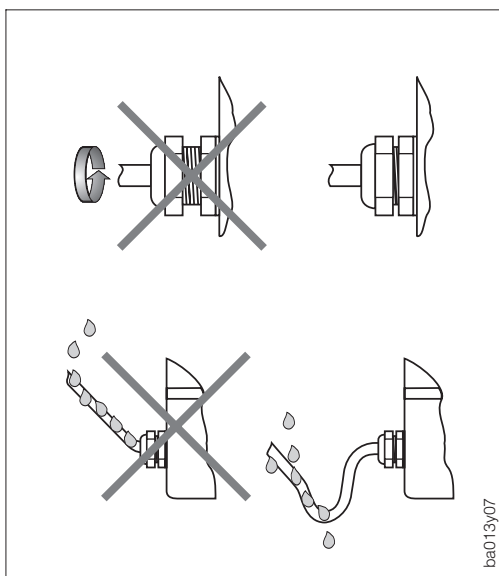

Fig. 4:
- Serrer les presse-étoupe à fond (fig. 4).
- Afin d'éviter la pénétration de liquides dans le presse-étoupe, former une boucle avec le tronçon de câble précédant le presse-étoupe, voir fig. 4.